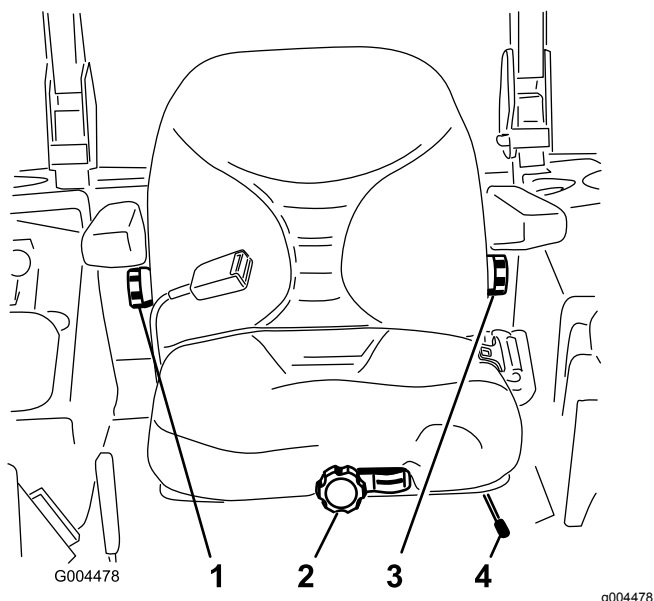

Figura 46
1. Mueva la palanca lateralmente para desbloquear el asiento (Figura 46).
Sin sentarse en el asiento, gire el pomo situado en la parte delantera en cualquier sentido hasta encontrar la posición más cómoda (Figura 46).
Para ajustarlo, gire el pomo situado debajo del reposabrazos derecho en cualquier sentido hasta encontrar la posición más cómoda (Figura 46).
Para ajustarlo, gire el pomo situado debajo del reposabrazos izquierdo en cualquier sentido hasta encontrar la posición más cómoda (Figura 46).